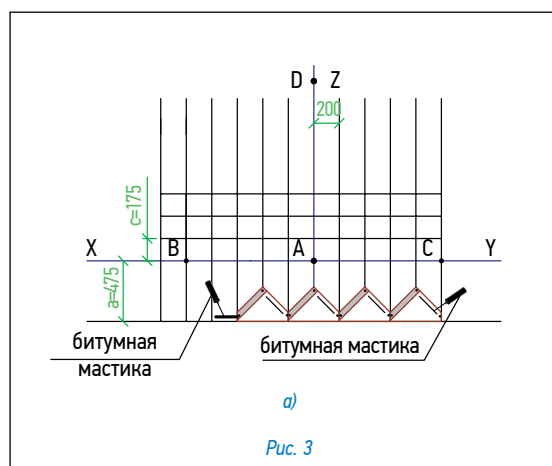

Рис. 3
Укладка материала (рис. 3)
- укладка типовых элементов первого ряда начинается от линии AD, при этом элементы укладываются встык и их верхний угол выравнивается по линии XY (рис. 3б). Каждый элемент фиксируется тремя гвоздями — по центру вертикальных срезов и в верхнем углу на расстоянии 2 см от края;
Для крепления гибкой черепицы используются гвозди из нержавеющей стали улучшенного прилегания (ершенные) с гладкими широкими шляпками. Каждый типовой элемент крепится тремя гвоздями в штатных местах, в соответствии с рекомендациями, приведенными выше (рис. 3б).